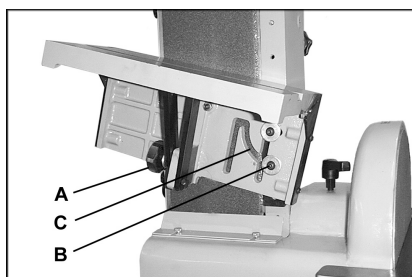
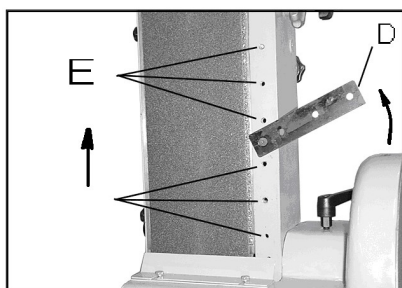

Fig 11
Fig 12
Lockern Sie die Innensechskantschrauben (B, Fig 11). Kippen Sie den Schleiftisch in die gewünschte Lage; die Innensechskantschrauben gleiten dabei im Tischschlitz (C).
Entfernen Sie dazu die Innensechskantschrauben (B, Fig 11) und die Schleifeinheit. Drehen Sie die Schwenkplatte (D, Fig 12) um 180°.